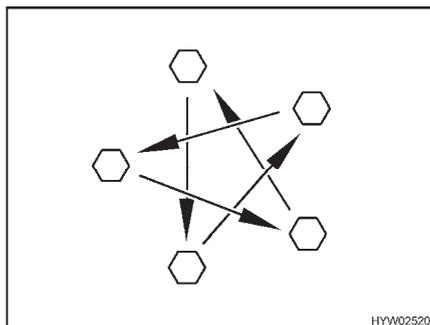

Fig. 159 Serrer en croix les écrous ou les boulons de roue
- Vérifier régulièrement le serrage des écrous ou des boulons de roues. Resserrer alternativement et en croix (Fig. 159) les écrous ou les boulons de roue 50 km après le changement d'une roue.